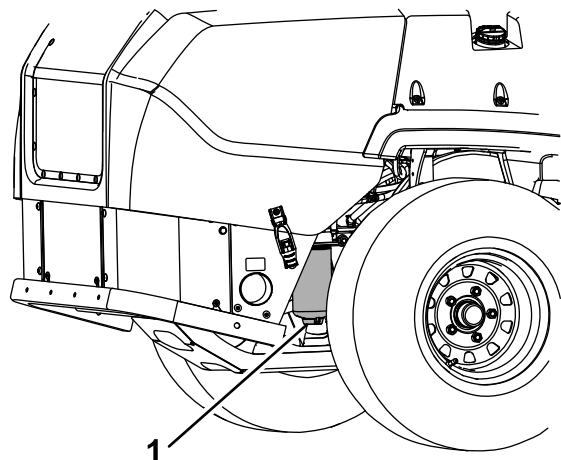

Bild 43
4. Öffnen Sie die Ablassschraube am Wasserabscheider um ca. eine Umdrehung, damit das Wasser und andere Verunreinigungen ablaufen können (Bild 43).